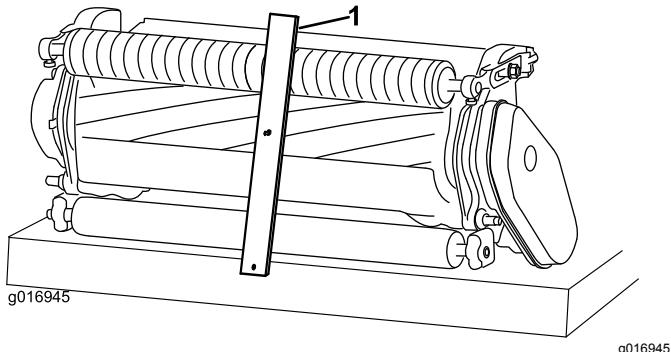

Figure 11
3. Accrochez la tête de la vis sur le bord tranchant de la contre-lame et appuyez l'arrière du gabarit contre l'arrière du rouleau (**Figure 11**).